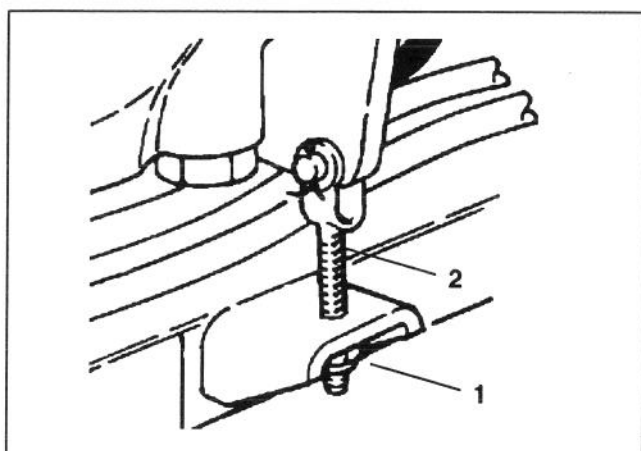

Figure 38
Courroie de la pompe hydraulique (Fig. 38)
1. Serrer l'écrou sur la biellette de réglage (Fig. 38) jusqu'à obtention de la tension désirée.